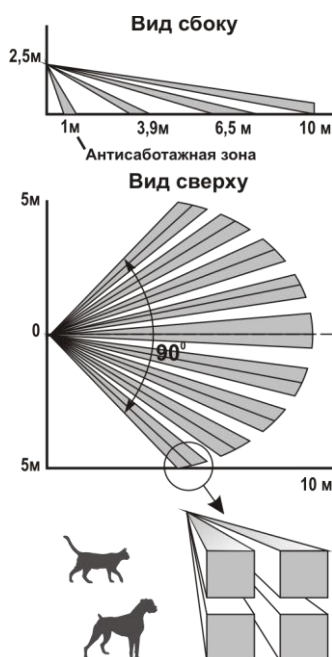

Рисунок 2
**2.1** Принцип действия основан на регистрации изменений потока теплового излучения, возникающих при пересечении человеком чувствительных зон. Каждая чувствительная зона состоит из четырех элементарных чувствительных зон (рисунок 2). Чувствительные зоны извещателя формируются линзой Френеля и четырехплощадочным пироэлектрическим приемником излучения. Электрический сигнал с пироэлектрического приемника поступает на электронную схему извещателя, которая в соответствии с заданным алгоритмом работы формирует извещение о тревоге.